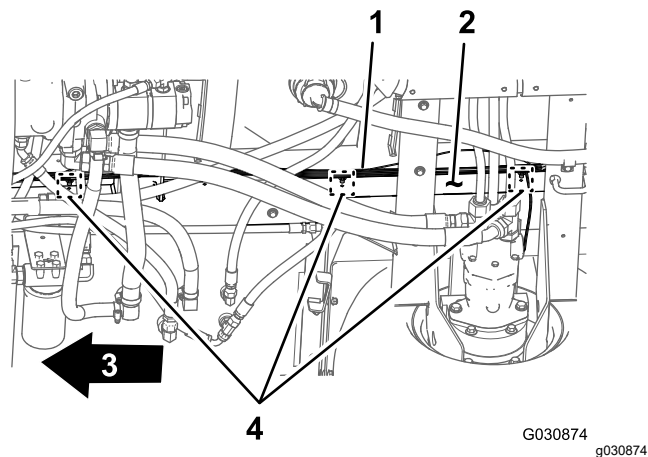

図 14
3. リアワイヤハーネスをマシンの右側フレームチューブの穴に固定しているプッシュファスナー3個を外す 図 14。